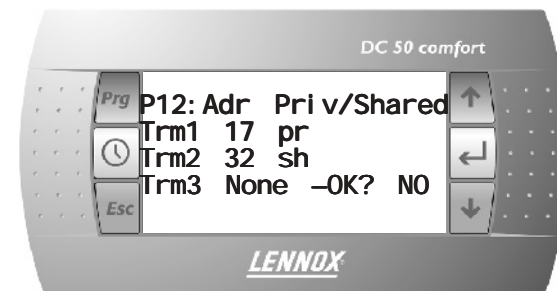

Fig. 32
- Si vuelve a pulsar aparecerá la pantalla que se muestra en la **fig. 32**.